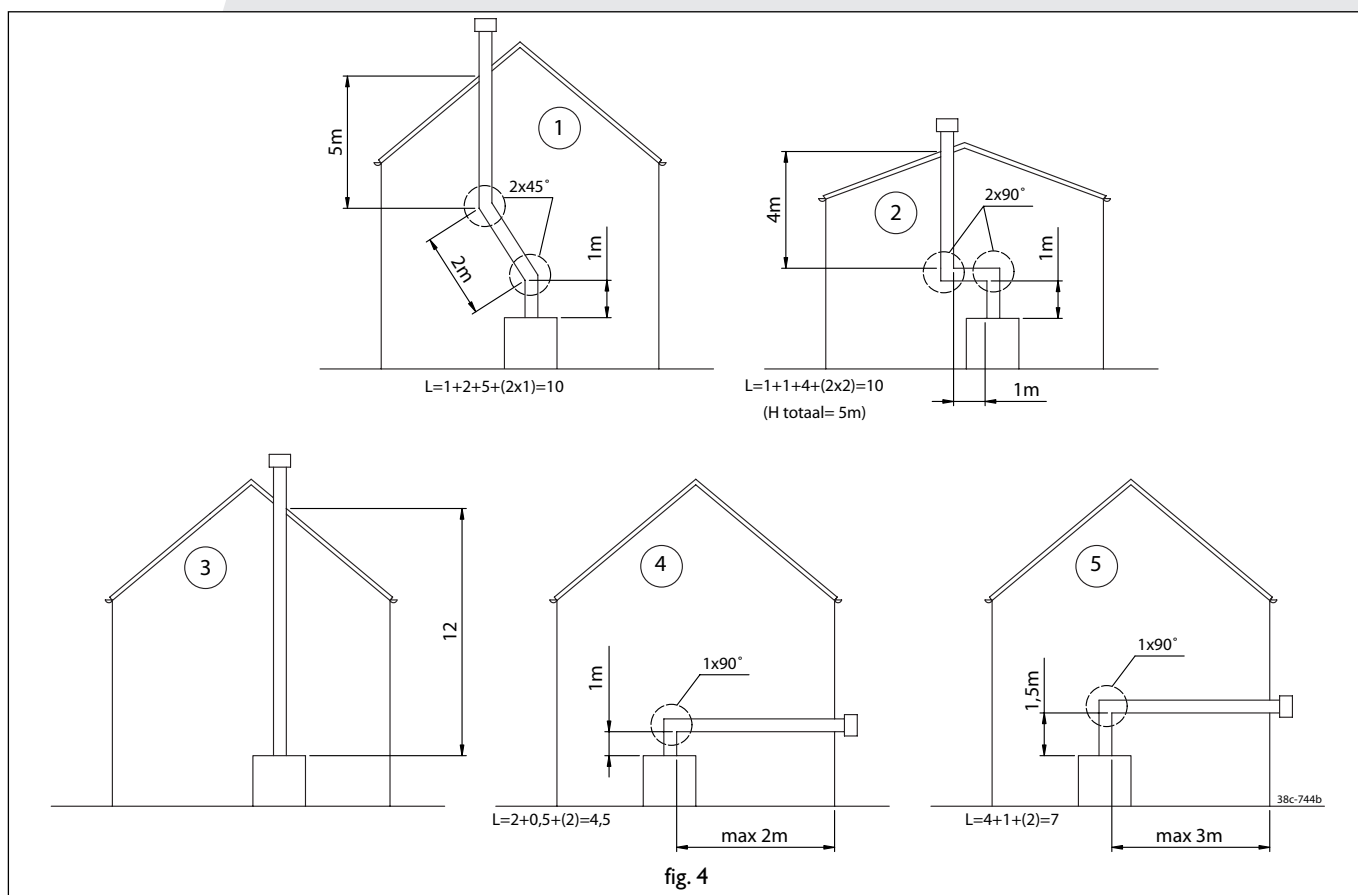

fig. 4
- Choisissez entre les différentes possibilités de raccordement selon la figure 4.